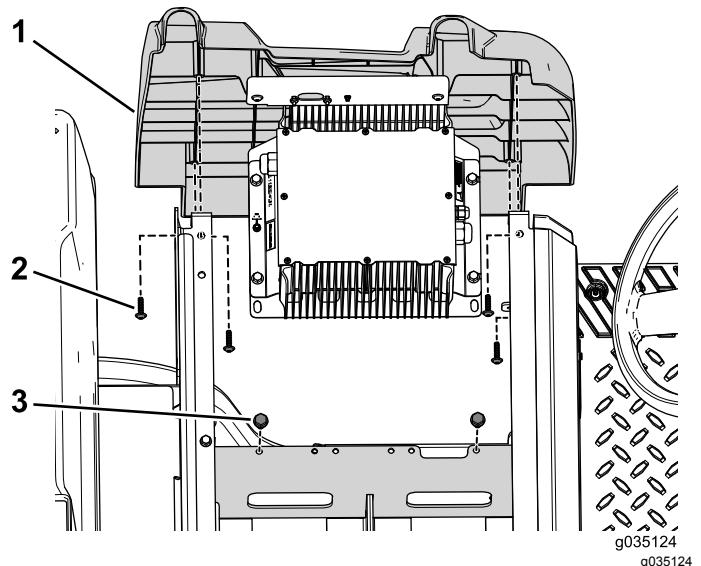

図10
2. チャージャブラケットをバッテリートレイに固定しているボルト2本を外す図10。
3. 左側パネルを車両に固定しているタッピングねじ4本を外す図10。
- 左側パネルを固定する先ほど取り外したタップねじ4本を使用する図10。
- チャージャ用ブラケットをバッテリートレイに固定する先ほど取り外したボルト2本を使用する図10。